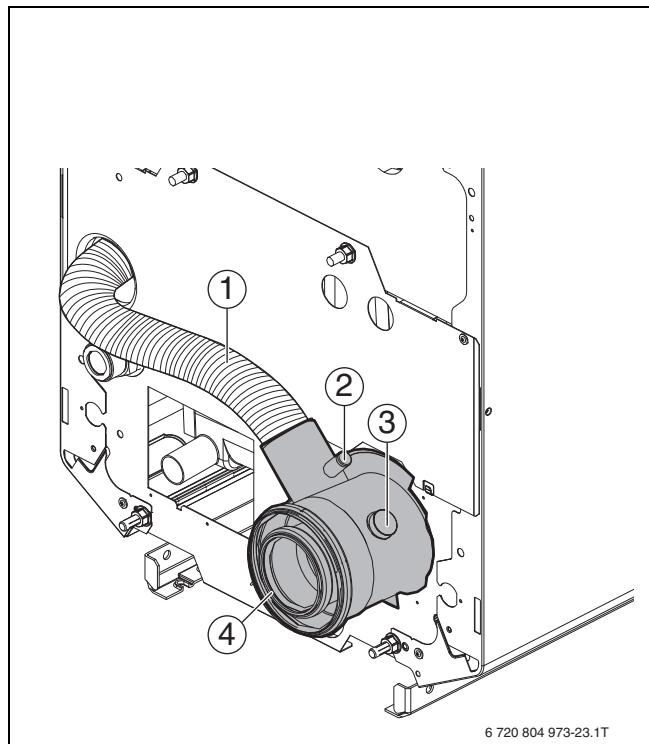

Bild 23 Luft-Abgas-Stutzen
Die Messungen erfolgen grundsätzlich im Luft-Abgas-Stutzen (→Bild 23, [3]).
- ▶ Messfühler durch die Messöffnung im Abgas-Anschlussstutzen bis in den Kernstrom (Mitte Abgasrohr) des Abgases eintauchen (höchste Abgastemperatur) (→ Bild 23, [3], Seite 19).